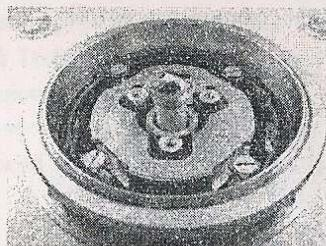

Рис.3. Установленный СТМ – образец, без СТМ-столика
- держатель образца вместе с закрепленным на нем образцом прокрутите к фланцу сканера (рис.3), не прилагая при этом боковых и вертикальных усилий на сканер.